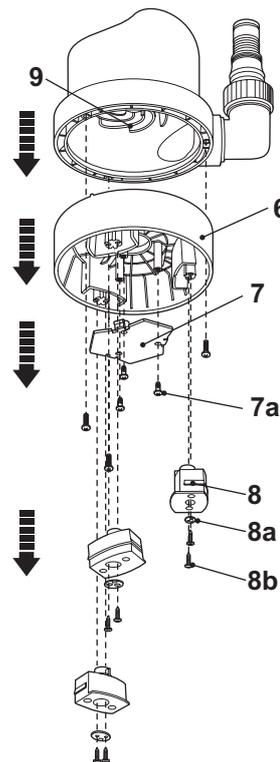

Fig. 10
- > Démontez la plaque de base (7) en enlevant les vis (7a) à l'aide d'un tournevis adéquat (Fig. 10).
- > Démontez les pieds (8) en enlevant les vis et les rondelles avec un tournevis adéquat (Fig. 10).
- > Démontez la base (6) en enlevant les vis (6a) à l'aide d'un tournevis adéquat (Fig. 10).
- > Nettoyez l'hélice (9) sous le robinet.
- > Nettoyez la base (6), la plaque de base (7), les pieds (8), le joint en caoutchouc et la partie principale, si nécessaire.